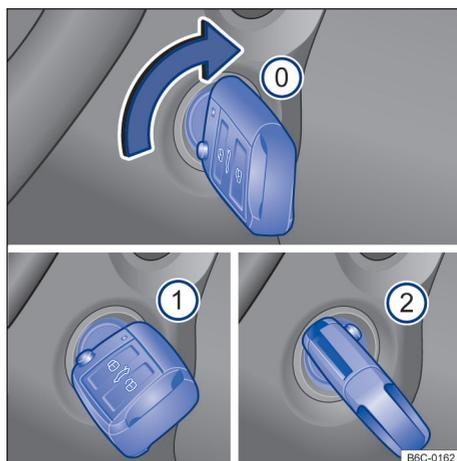

Fig. 88 Ao lado do volante, à direita: posições da chave do veículo no cilindro da ignição.
Posições da chave do veículo → Fig. 88
- ① Ignição desligada. A chave do veículo pode ser retirada.
- ① Ignição ligada.
- ② Pisar no pedal do freio (*veículos com transmissão automática*), ou no pedal da embreagem (*veículos com transmissão manual*) e ligar o motor. Quando o motor pegar, soltar a chave da ignição. Ao soltar, a chave do veículo retorna à posição → Fig. 88 ①.
- *Veículos com cilindro da ignição:* girar a chave do veículo na posição → Fig. 88 ①. A ignição está ligada. Nesse instante a luz de controle do sistema de partida aquecida ∞ irá se acender no instrumento combinado. Aguardar que a luz de controle ∞ se apague indicando o término do aquecimento do combustível (esta ação poderá ser necessária em condições de partida com o motor frio).
- *Veículos com cilindro da ignição:* girar a chave do veículo no cilindro da ignição para a posição → Fig. 88 ② – não acelerar. Quando o motor começar a funcionar, soltar a chave do veículo no cilindro da ignição.
- *Veículos com cilindro da ignição*: girar a chave do veículo no cilindro da ignição na posição → Fig. 88 .